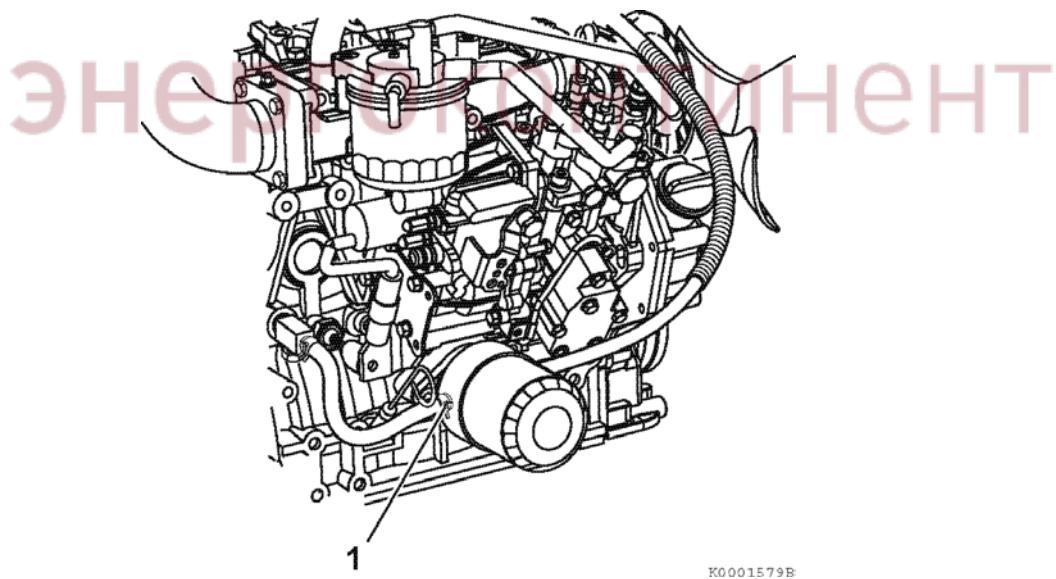

Рисунок 52
- На моделях с масляным радиатором, отсоедините шланг (рисунок 52 (1)) от масляного радиатора.